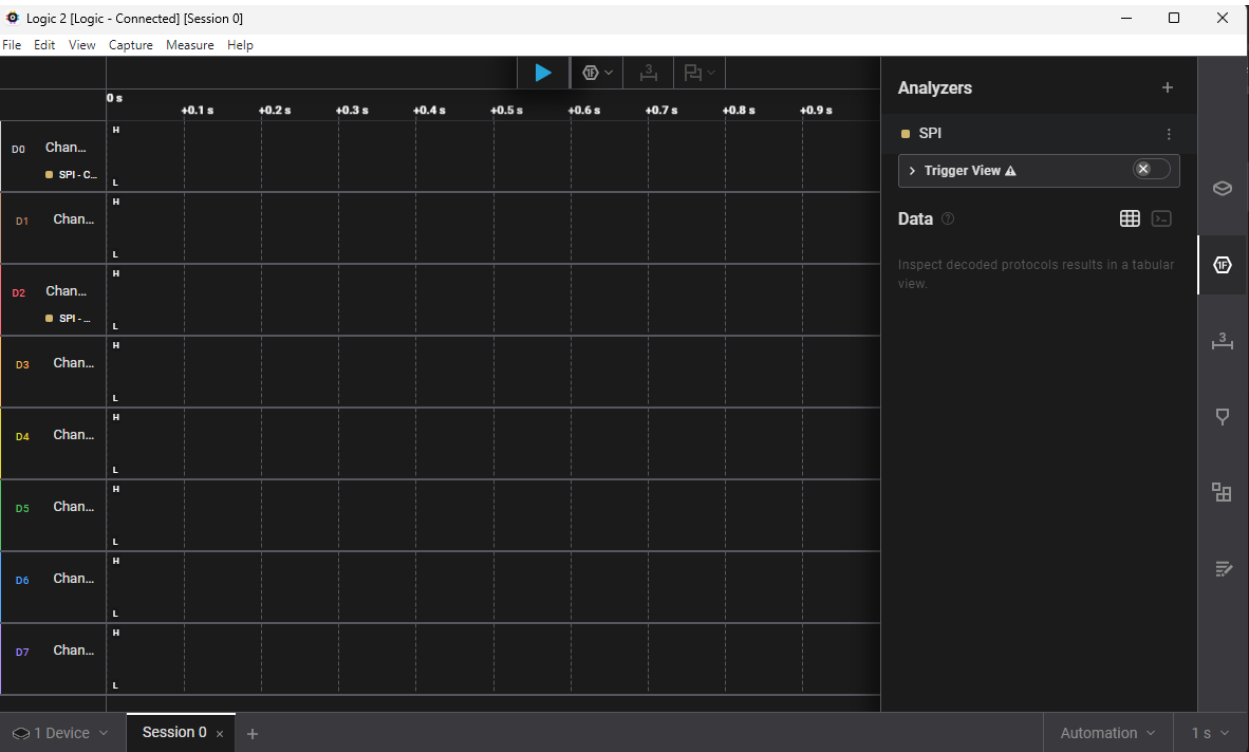

Рисунок 8 – Logic. Налаштування декодування SPI
8. Відкриваємо програму Logic та налаштовуємо декодування SPI (рис. 8).